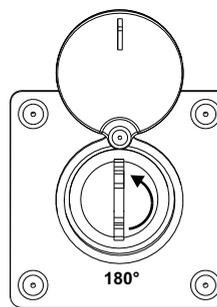

Fig.15
Déverrouiller la lisse avec le déverrouillage manuel, de façon qu'elle est libre de s'ouvrir et de se fermer manuellement (Fig.15).
- Insérer la clé en la même et la tourner même de 180° en sens inverse aux aiguilles d'une montre au débloquer de la lisse (Fig 15).